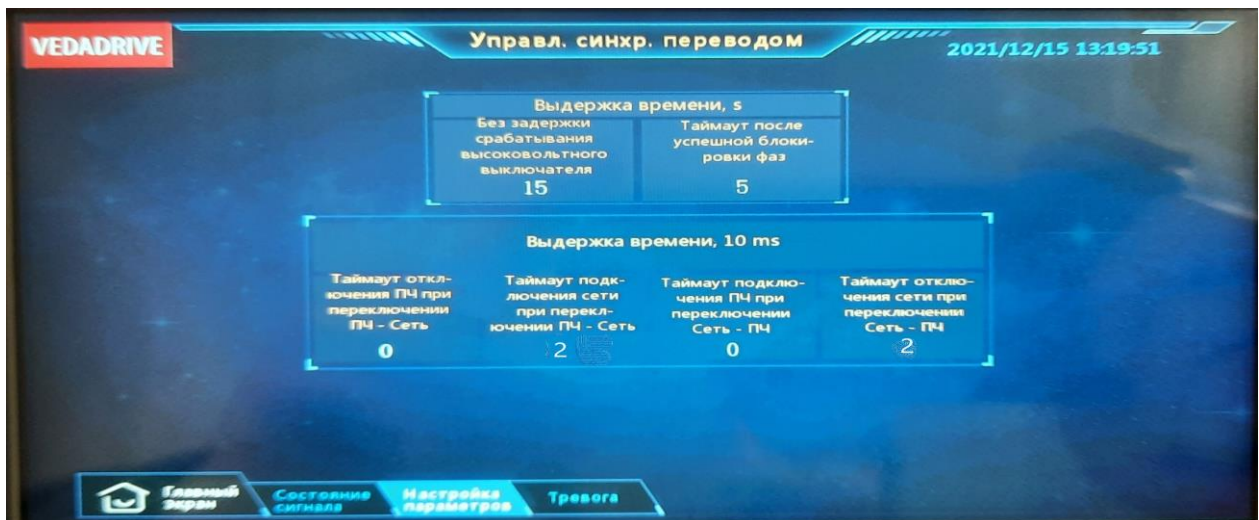

Рис. 6.15 – Окно настройки параметров системы синхронизации с сетью
- Настройка параметров (см. рис. 6.15);
В окне **настройки параметров** (см. рис. 6.15) можно выставить уставки таймаутов реакции системы на входные дискретные сигналы. Запрещается менять данные уставки без предварительного согласования.
Рекомендуемое значение параметров приведено на рис. 6.15, значение параметров: